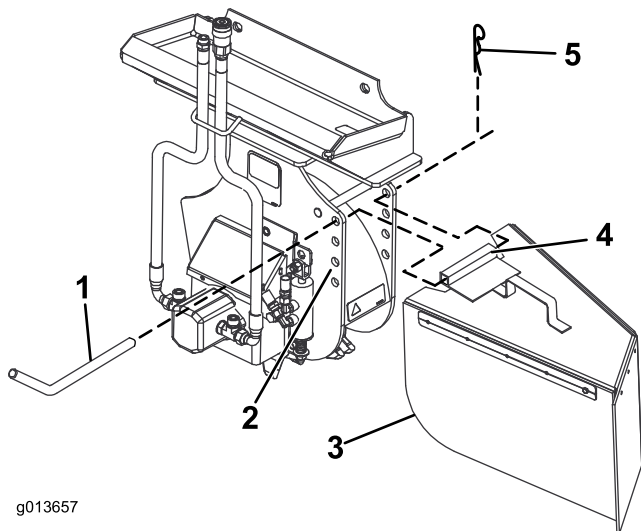

Figura 7
El desbastador de tocones tiene 4 juegos de taladros de montaje para posicionar la coraza (Figura 7). Suba la coraza (taladros superiores) para desbastar cerca del suelo, y bájela (taladros inferiores) para desbastar tocones altos. Instale de la coraza de la siguiente manera:
1. Coloque el tubo de montaje de la coraza entre dos taladros del desbastador (Figura 7).
2. Deslice el pasador de la coraza por los taladros del desbastador y por el tubo de montaje (Figura 7).
3. Sujete el pasador con un pasador de horquilla (Figura 7).